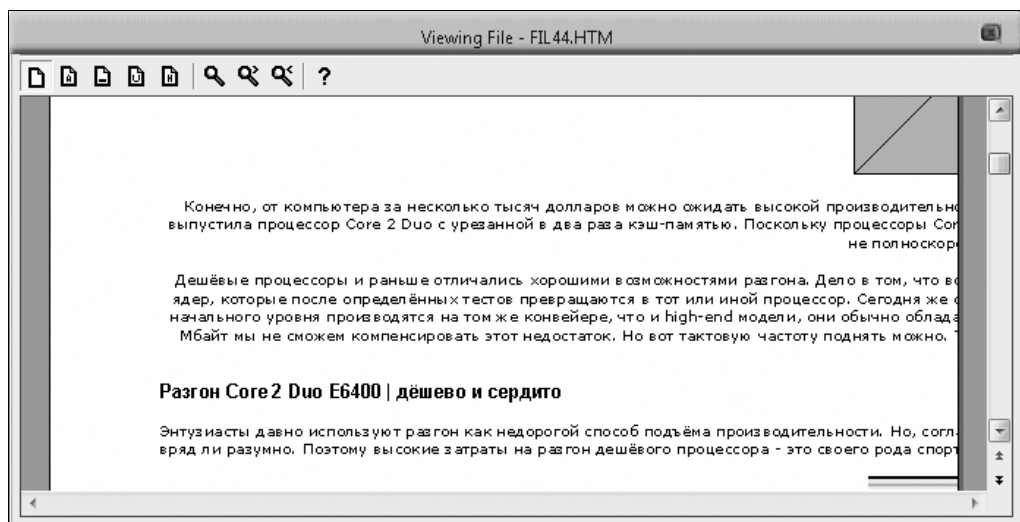

Рис. 6.4. Просмотр файла
3. Для просмотра любого из найденных файлов выберите его, а затем нажмите кнопку **File View** (Просмотр файла). Программа располагает собственным встроенным просмотрщиком. При этом содержимое большинства типов отображается «как есть», а в случае с архивом показываются файлы и папки, находящиеся в нем (рис. 6.4).